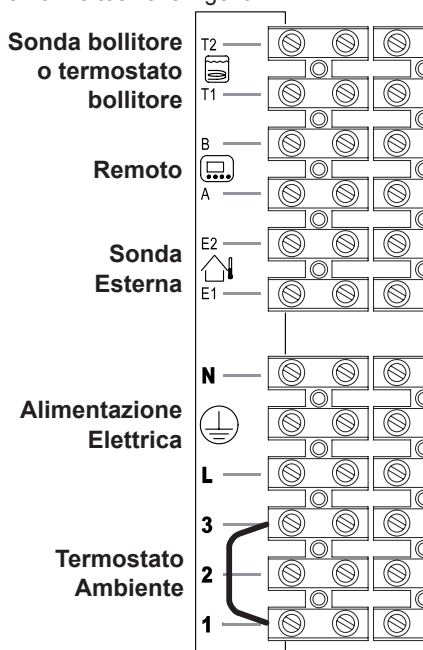
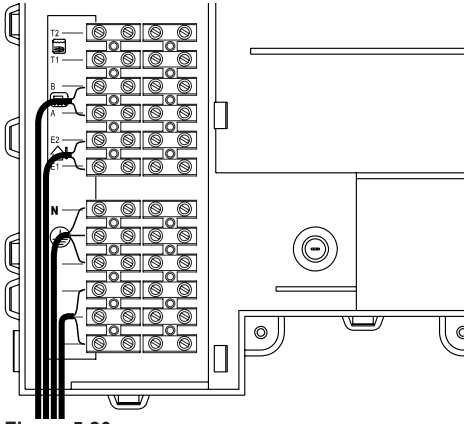

Figura 5.19
Figura 5.20
- Collegare il cavo di alimentazione elettrica proveniente dall'interruttore onnipolare alla morsettiera di alimentazione elettrica della caldaia Figura 5.19 rispettando la corrispondenza della linea (filo marrone) e del neutro
Il percorso del cavo o dei fili di alimentazione elettrica della caldaia e del termostato ambiente devono seguire il percorso indicato in Figura 5.20.
Per il collegamento di un termostato ambiente servirsi dei morsetti indicati in Figura 5.19.
Per il collegamento di valvole di zona servirsi dei morsetti termostato ambiente indicati in Figura 5.19 e Figura 5.20. I conduttori elettrici dei contatti del micro della valvola di zona
vanno inseriti nei morsetti "1 e 3" della morsettiere termostato ambiente come in Figura 5.20.